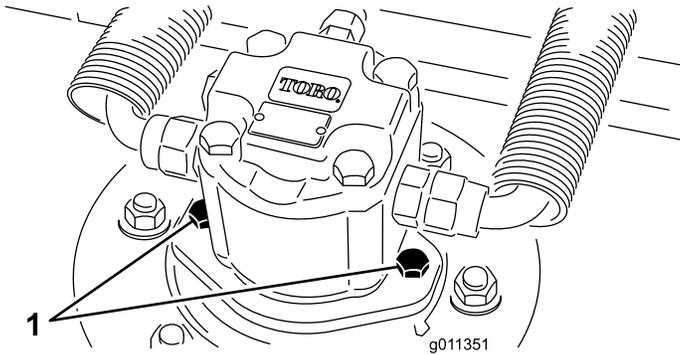

図 69
2. カッティングユニットから油圧モータを外す 図 69。異物につかないように、スピンドル上部にはカバーを掛けておく。
4. デッキに油圧モータを取り付ける 図 69。Oリングを忘れずに、また、損傷させないように注意して取り付ける。